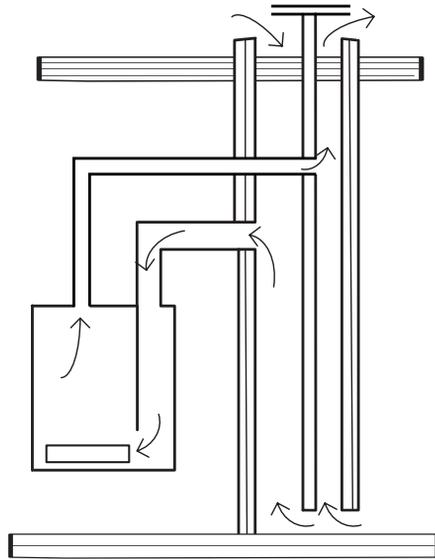
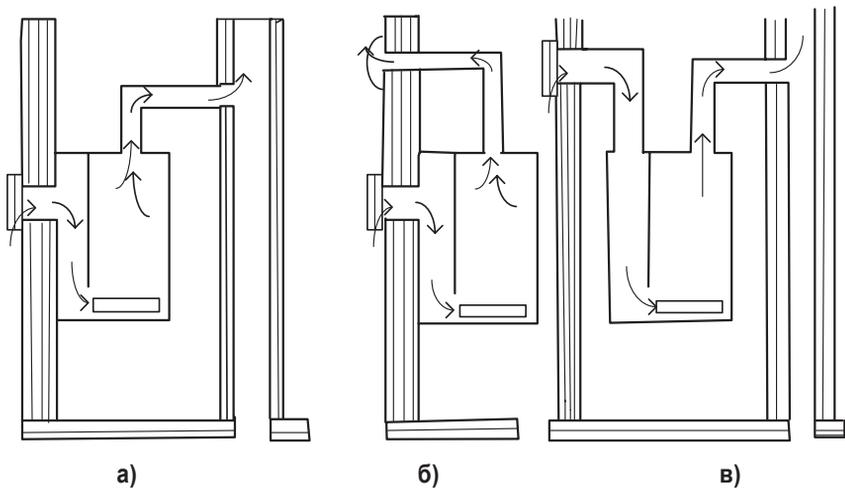

Рис.6 Раздельная система воздухоподачи и удаления продуктов сгорания через встроенный и пристроенный дымоход и воздуховод
Рис.7 Раздельная система воздухоподачи и удаления продуктов сгорания с индивидуальной подачей воздуха через заднюю стенку или через верх котла
- 6.9. Монтаж котла с отдельными каналами воздухоподачи и дымоудаления выполнять согласно рис.6 и рис.7.
- 6.9.1. При реализации варианта по рис.6 для исключения эффекта обратной тяги, необходимо обеспечить соединение каналов воздуховода и дымохода ниже места подключения к ним с ответствующих каналов воздухоподачи и дымоудаления котла.
- 6.9.2. При реализации варианта с индивидуальной подачей воздуха через наружную стену (рис.7) необходимо использовать секцию воздуховода с терминалом, поставляемую заводом-изготовителем.
1. В наружной стене здания пробить горизонтально отверстие диаметром на 10-20 мм больше диаметра воздуховода. Для варианта с воздухопроводом через заднюю стенку котла (рис. 7а,б) разметку делают по устанавливаемому котлу, чтобы кольцевой выход котла входил в патрубок воздуховода. Для варианта с воздухопроводом через верхнюю крышку котла – по проекту (рис. 7в).
2. Установить патрубок воздуховода по оси отверстия горизонтально, чтобы торец выступал над внутренней поверхностью стены 5-10 мм (для варианта рис. 7а,б) или 50 мм (для варианта на рис. 7в), снаружи – 50 мм (чтобы закрепить терминал). Зафиксировать воздуховод во избежание его деформации.